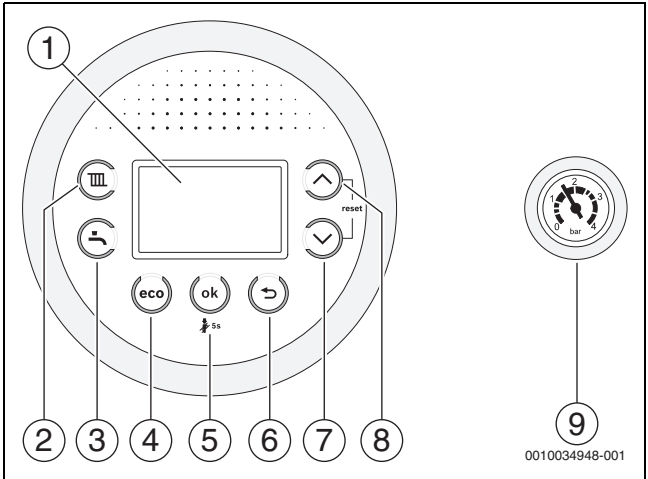

Bild 1 Bedienfeldübersicht
- Gerät an der Taste  ausschalten (→ Bild 1).